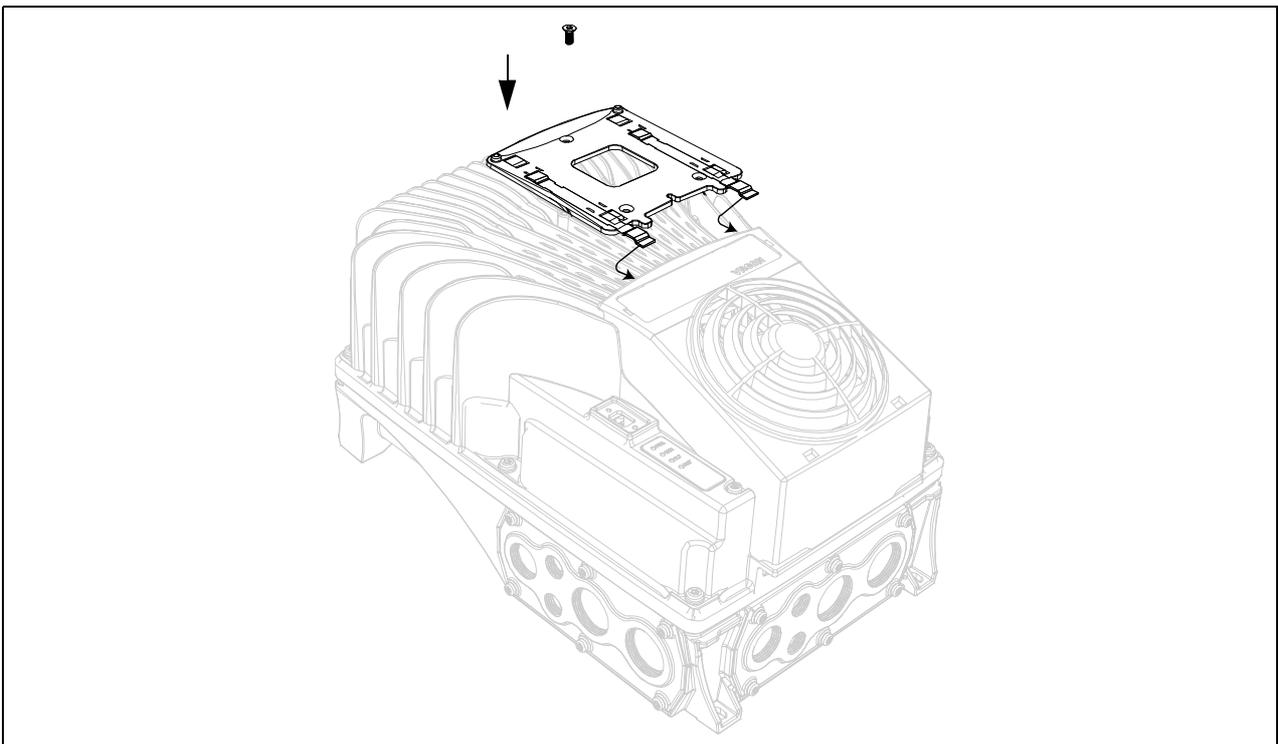

Figura 52. Instalación del soporte del panel en la cubierta de potencia.
- Instale el soporte del panel con un tornillo como se muestra en la Figura 52. Las láminas metálicas del soporte del panel deben montarse debajo del soporte del ventilador como se muestra en las siguientes imágenes.